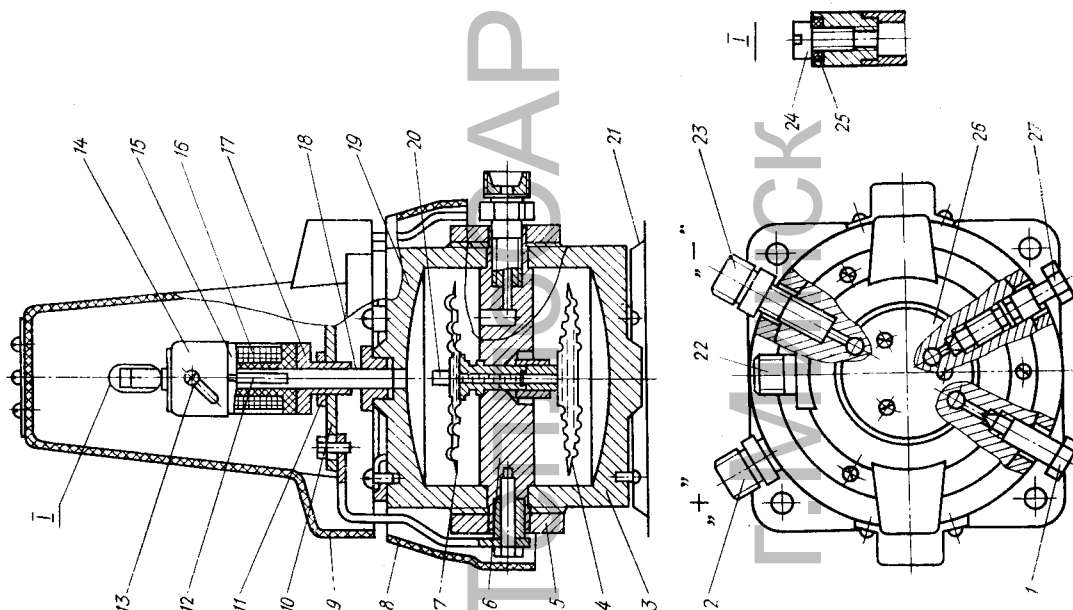
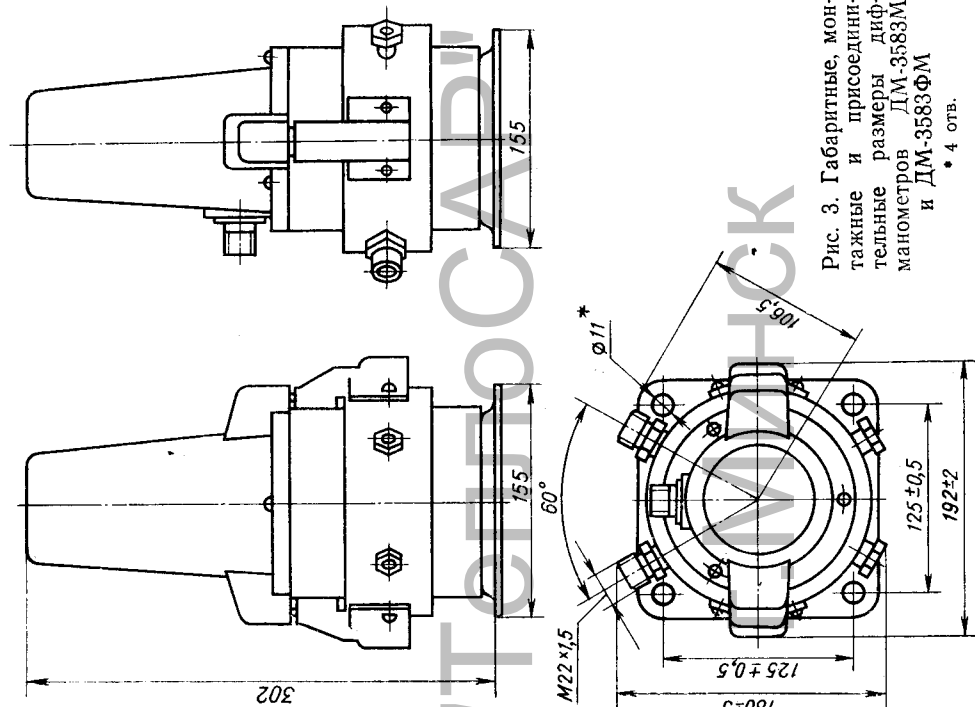

Рис. 1. Дифманометр
Рис. 3. Габаритные, монтажные и присоединительные размеры дифманометров ДМ-3583М и ДМ-3583ФМ
3.5. Чувствительным элементом дифманометра является мембранный блок, состоящий из мембранных коробок 4 (рис. 1) и 7, ввернутых с обеих сторон в перегородку 6. Перегородка зажата между двумя крышками 3 и 19 и с помощью стяжной муфты 5 образует две рабочих камеры дифманометра — плюсовую (нижняя) и минусовую (верхняя).
12.4. Периодически продувайте соединительные линии и рабочие камеры дифманометра. Соединительные линии продувайте при отключенном дифманометре, для чего отверните накладки гайки на штуцерах 2 и 23 (рис. 1).
3.11. Для крепления дифманометра на месте монтажа предусмотрено основание 21 (рис. 1) с отверстиями под болты (рис. 3).
5.1. На защитном колпачке 9 (рис. 1) дифманометра установлена табличка 26 с нанесенной на ней маркировкой.
откройте на 1,5—2 оборота уравнительно-продувочный клапан 27 (рис.1);